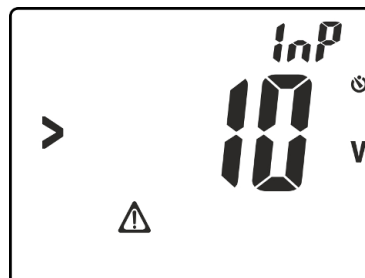

Fig. 27: Presenza tensione sui terminali di ingresso
8. Premere il tasto **GO/HOLD** per attivare la prova. La videata di Fig. 27 può essere mostrata a display a segnalare la presenza di una tensione **>10V** presente sui terminali di ingresso che blocca lo svolgimento della prova